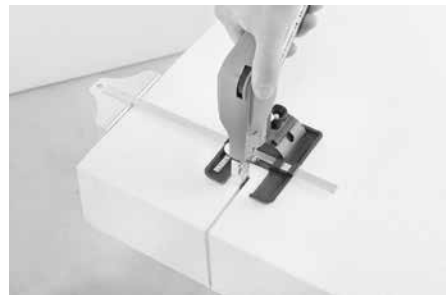

Abb. 2
- oder der mitgelieferte Anschlag im gewünschten Abstand (max. 25 cm) am Plattenrand geführt wird (Abb. 2)